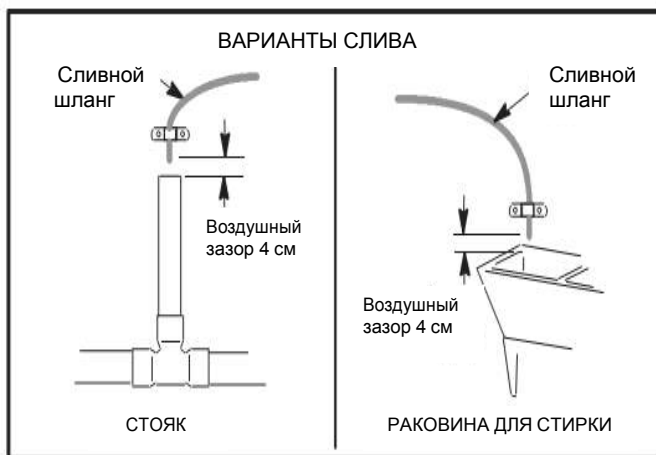
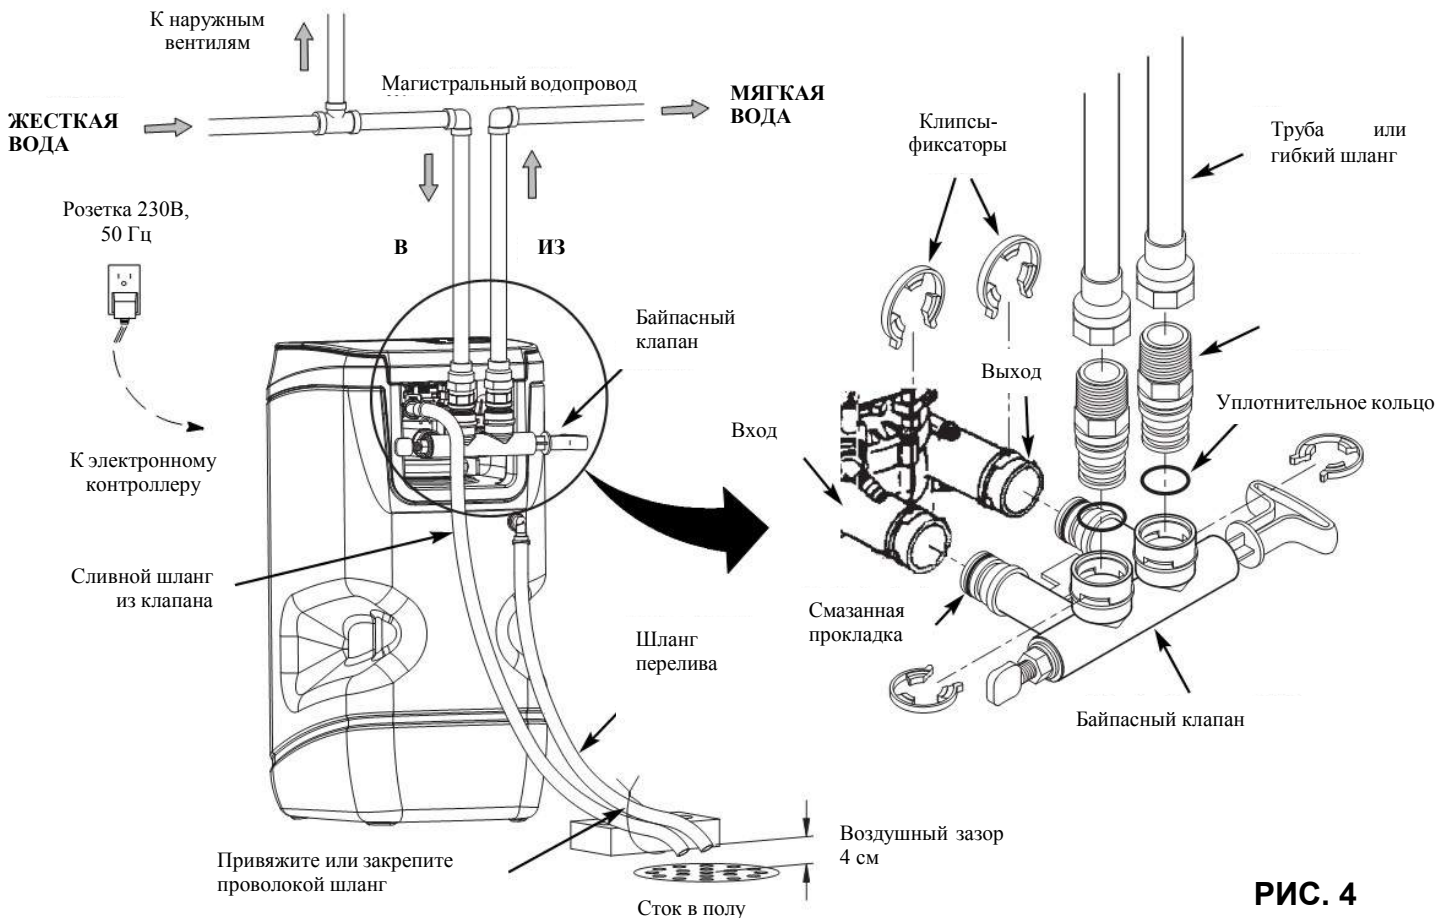

РИС. 2
РИС. 4
- Слив необходим для отвода промывной воды. Предпочтителен сток в полу, ближе к умягчителю воды (см. Рисунок 4). Другими вариантами являются раковина для стирки, стояк и т.п. (см. Рисунок 2).
При установке моноблочного байпасного клапана поставьте смазанные кольцевые уплотнители на оба фитинга байпасного клапана (Смотрите Рисунок 4). Осторожно вставьте байпасный клапан в переключающий клапан умягчителя и поставьте С-образные клипсы-фиксаторы.
b. Установите байпасный(ые) клапан(ы) в положение **байпаса** (см. Рисунок 2).